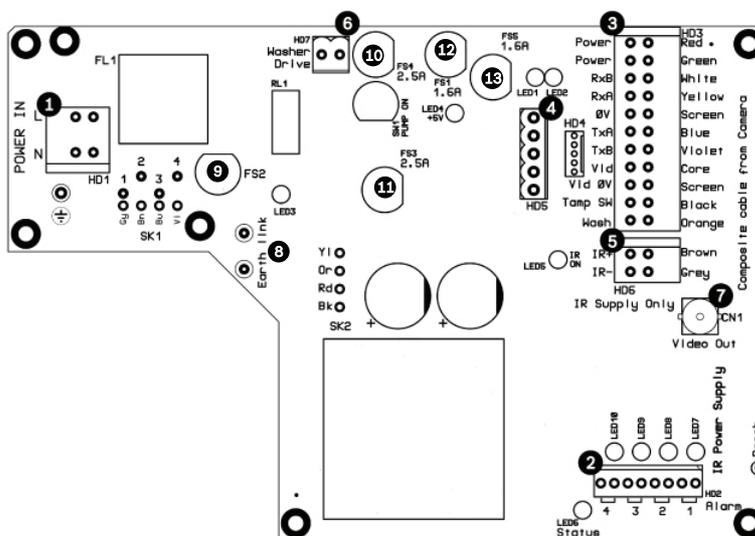

Figura 2.2 Disposição da MIC-IR-240PSU
As fontes de alimentação MIC com IV (MIC-IR-240PSU-UL, MIC-IR-115PSU-UL e MIC-IR-24PSU-UL) têm cinco (5) fusíveis de 20 mm (realçados a azul em *Figura 2.2*). A tabela seguinte mostra o valor dos fusíveis que devem ser instalados para garantir uma protecção adequada para as fontes de alimentação.